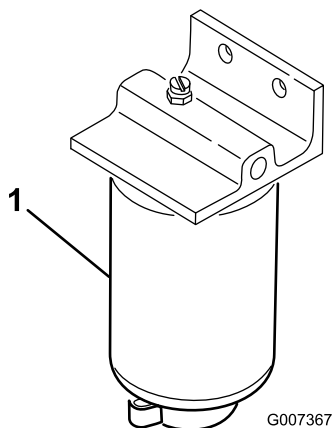

Figure 51
Vidangez chaque jour l'eau ou autres impuretés qui se trouvent dans le séparateur d'eau (Figure 51). Remplacez la cartouche filtrante toutes les 400 heures de fonctionnement.
2. Dévissez le bouchon de vidange au bas de la cartouche du filtre (Figure 51).